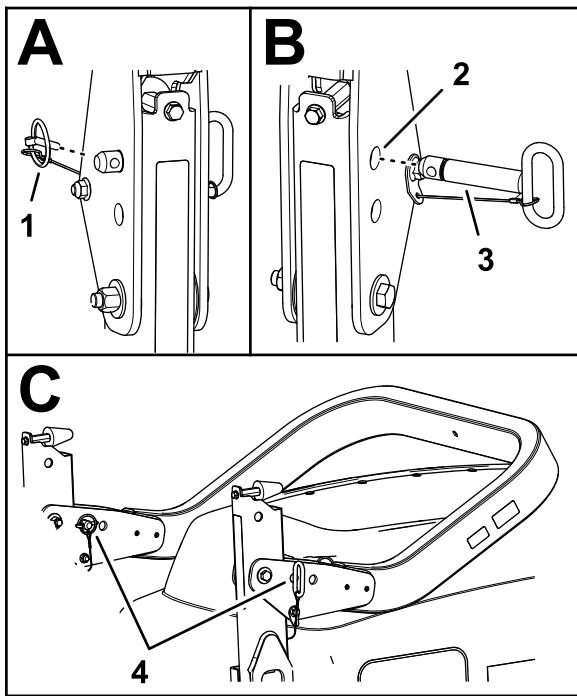

図 62
2. ROPSの左右でROPSバーのピンを固定しているリンチピンを外す 図 62。